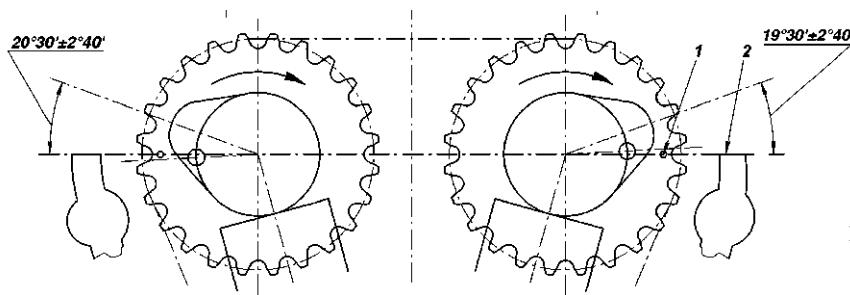
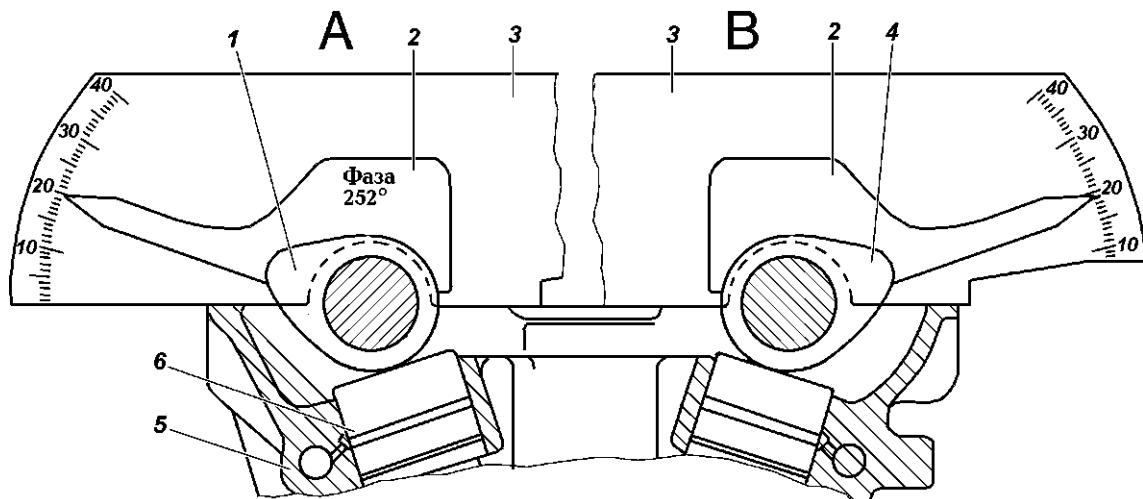

Рис. 4.60. Схема положения распределительных валов при положении поршня первого цилиндра в ВМТ такта сжатия:
Рис. 4.61. Проверка углового положения распределительных валов:
При этом кулачки распределительных валов 1-го цилиндра и метки на звездочках распределительных валов должны расположиться согласно рис. 4.60.
7. Установите транспортир 3 (рис. 4.61) за первым кулачком распределительного вала впускных клапанов (рис. 4.60 вид "А"), расположив его между кулачком и крышкой опоры распределительного вала. Прижмая транспортир 3 к верхней плоскости головки 5 цилиндров, приложите и плотно прижмите шаблон 2 к поверхности первого кулачка. При этом стрелка шаблона должна располагаться на метке транспортира  $20^{\circ}30' \pm 2^{\circ}40'$ .
Аналогично проведите проверку углового положения первого кулачка распределительного вала выпускных клапанов (рис. 4.61, вид "Б").